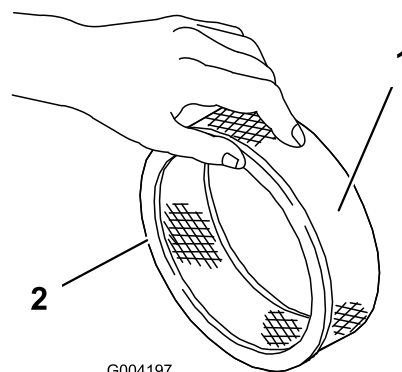

**Figura 41**
- Applicate da 3 a 6 cl d'olio sul prefiltro (Figura 41).